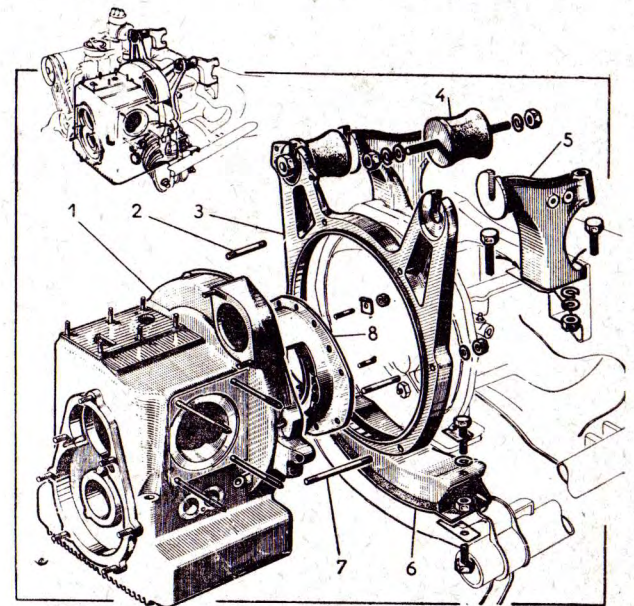

Fig. 3
Présenter le moteur avec l'entretoise (3) (fig. 3).
Monter les écrous et rondelles des goujons (2) (fig. 3) d'assemblage du moteur, entretoise et boîte de vitesses-pont et bloquer.
Monter définitivement la fixation élastique supérieure (4) (fig. 3).